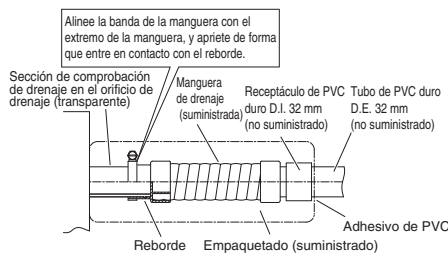

Fig. 3-9
- (1) Prepare un tubo de PVC duro estándar (diámetro exterior de 32 mm) para el drenaje y utilice la manguera de drenaje y la banda de manguera suministradas para evitar fugas de agua. El tubo de PVC debe adquirirse por separado. El orificio de drenaje transparente de la unidad le permitirá comprobar el drenaje. (Fig. 3-9)
- Inserte el tubo de drenaje hasta que entre en contacto con el receptáculo, tal y como se muestra en la Fig. 3-9, y fjelo con seguridad con la banda de mangueras.
- Apriete las abrazaderas de la manguera de forma que sus tuercas de bloqueo miren hacia arriba. (Fig. 3-9)